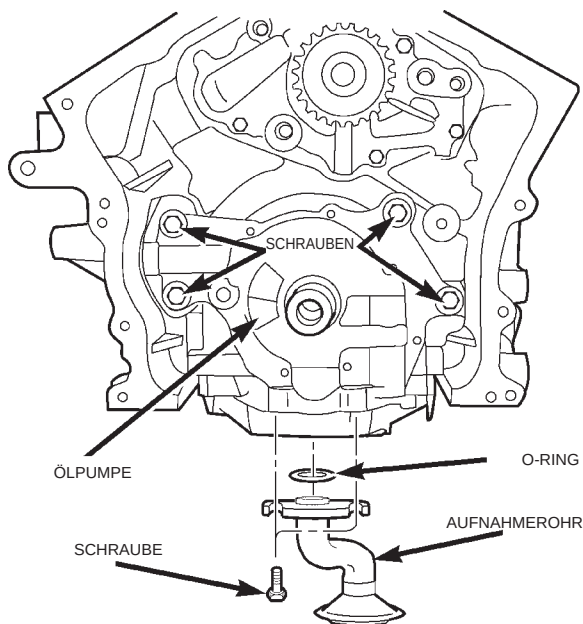

Abb. 77 Ölpumpe und Ölaufnahmerohr
(1) Zum Ausbau folgender Komponente siehe entsprechende Anleitung in diesem Abschnitt:
(2) Ölaufnahmerohr und O-Ring entfernen. (Abb. 77).
(3) Befestigungsschrauben der Ölpumpe entfernen (Abb. 77).
(4) Ölpumpe entfernen.
(1) Vor dem Einbau Ölpumpe durch Befüllung des Rotors mit Motoröl grundieren.
(2) Ölpumpe mit Vorsicht über Kurbelwelle aufsetzen und anbringen.
(3) Befestigungsschrauben der Ölpumpe einbauen. Schrauben mit einem Anzugsmoment von 28 N·m (250 in. lbs.) festziehen (Abb. 77).
(4) Ölaufnahmerohr mit neuem O-Ring einbauen. Vorm Einbau O-Ring gut einsmieren. Befestigungsschrauben mit einem Anzugsmoment von 28 N·m (250 in. lbs.) festziehen (Abb. 77).
(5) Zum Ausbau folgender Komponente siehe entsprechende Anleitung in diesem Abschnitt: